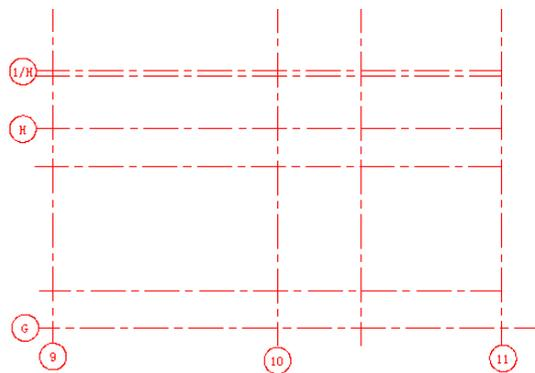

图 17.12.8 插入其余轴号块
Step6. 参照 Step 插入其余轴号块，完成后如图 17.12.8 所示。